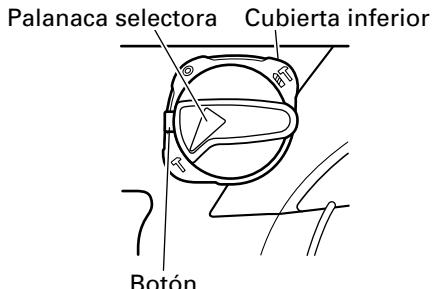

Fig. 7
- Alinee la marca  $\blacktriangle$  de la palanca selectora y  $\textcircled{T}$  del sujetador de palanca, tal como se muestra en la Fig. 7.